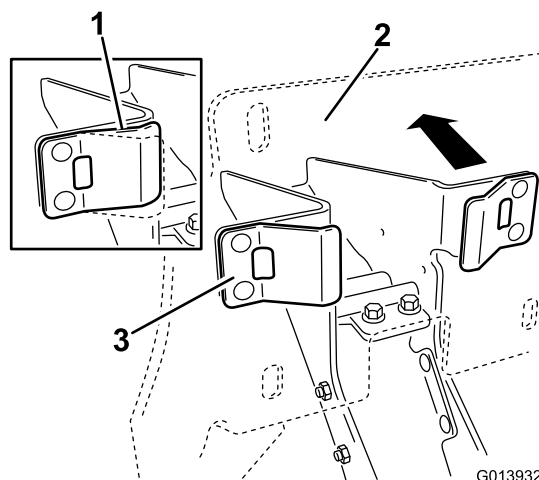

Figura 14
1. Accertandovi che i dispositivi di arresto in plastica siano a contatto con le linguette della molla, esercitate una pressione sul gruppo contropiastra della base sufficiente da comprimere le linguette delle molla a metà corsa (Figura 14).